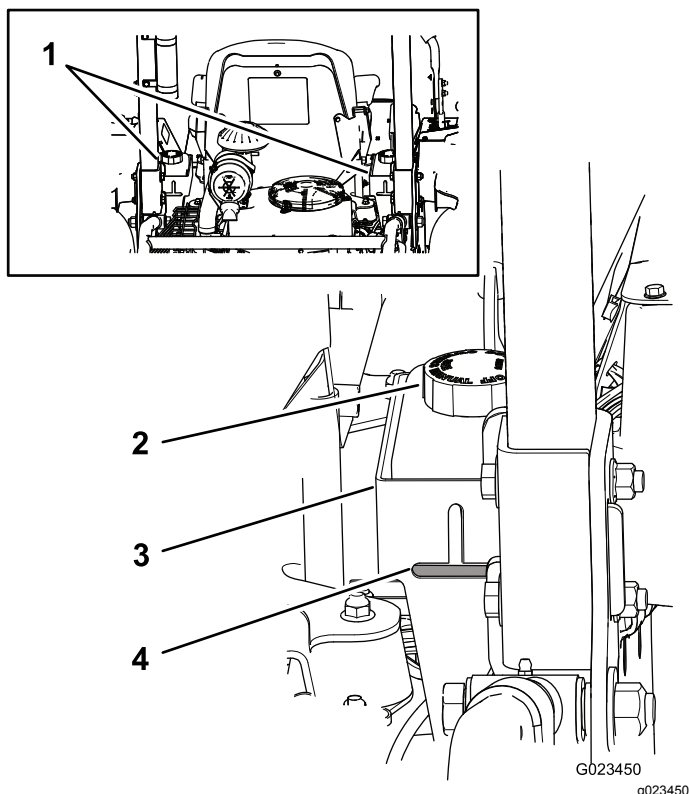

Figura 17
Os reservatórios da máquina são cheios na fábrica com fluido hidráulico de alta qualidade. A melhor altura para verificar o fluido hidráulico é quando o fluido está frio. A máquina deve estar na configuração de transporte. Se o nível do fluido estiver abaixo da parte superior da parte horizontal da janela de visualização na traseira dos reservatórios hidráulicos (Figura 17), adicione óleo até que fique num nível aceitável. **Não encha muito os depósitos.** Se o nível do fluido estiver na parte superior da parte horizontal da janela de visualização, não é necessário adicionar fluido. O fluido de substituição recomendado é o seguinte:
Nota: O nível do fluido deve estar na parte inferior de cada uma das aberturas, conforme indicado na Figura 17.
- A. Limpe a área em torno das tampas dos depósitos do fluido para evitar que entrem detritos no sistema (**Figura 17**).